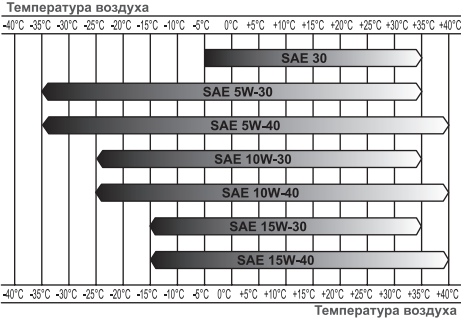

Рис. 5 Определение вязкости масла
*Нельзя применять масло для двухтактных двигателей. Рекомендуется применять моторное масло для четырехтактного бензинового двигателя категории SJ и выше по системе классификации API. Вязкость масла по классификации SAE выбирается в зависимости от температуры окружающего воздуха, при которой будет работать двигатель. При выборе вязкости масла пользуйтесь таблицей, показанной на Рис. 5.*